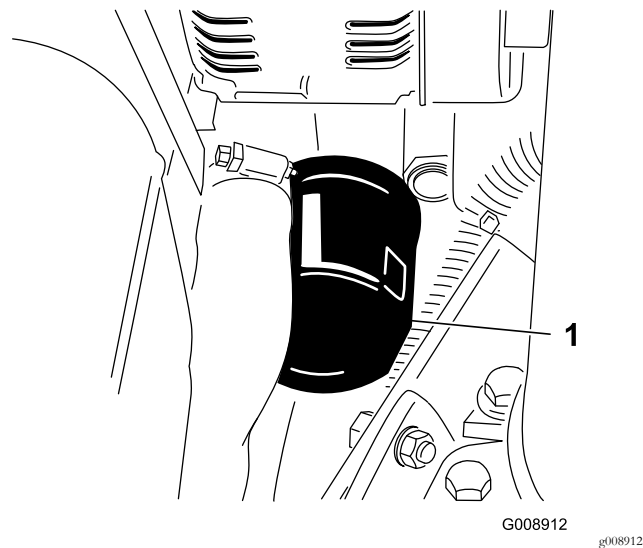

Figura 65
2. Retire o filtro do óleo (Figura 65).